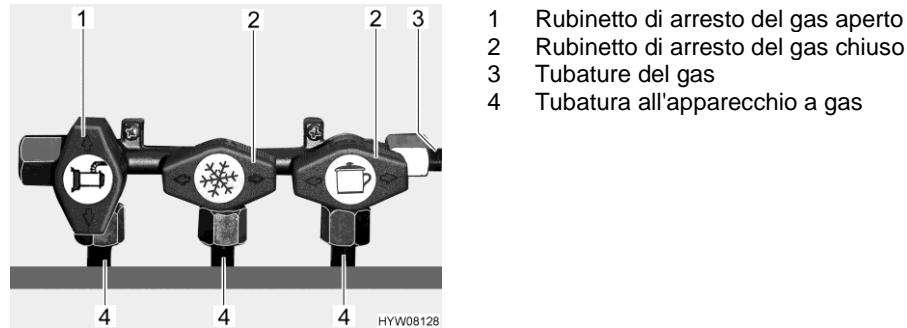

Fig. 89 Posizione dei rubinetti di arresto del gas (esempio)
- Apertura:* ■ Posizionare il rubinetto di arresto del gas dell'apparecchio a gas corrispondente parallelamente (Fig. 89,1) alla tubatura (Fig. 89,4) che alimenta l'apparecchio a gas.
- Chiusura:* ■ Posizionare il rubinetto di arresto del gas dell'apparecchio a gas corrispondente trasversalmente (Fig. 89,2) alla tubatura (Fig. 89,4) che alimenta l'apparecchio a gas.